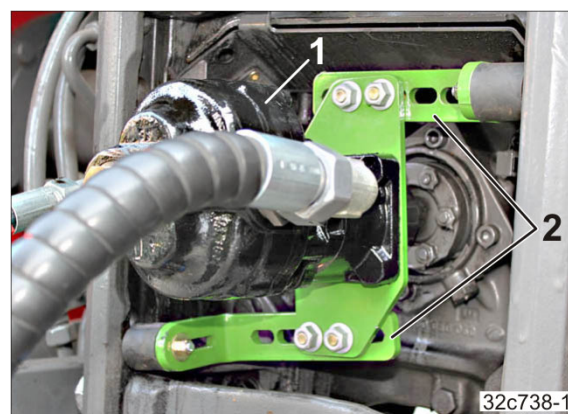

Fig. 161
5. Branchez la pompe hydraulique (Fig. 161/1) sur la prise de force du tracteur.
6. Régler le segment de réglage de façon à ce que les deux amortisseurs (Fig. 161/2) adhèrent.